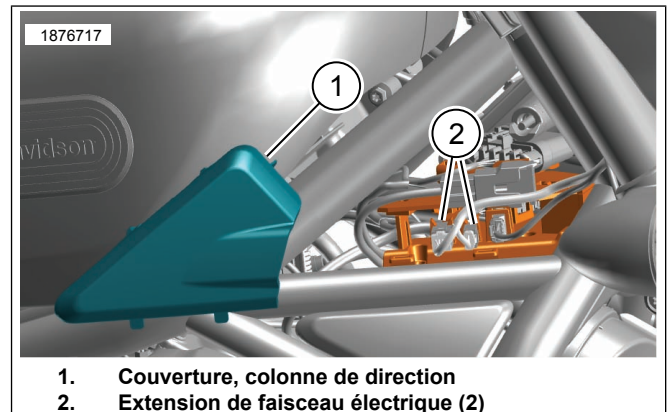

Figure 1. Retrait du couvercle de la colonne de direction et installation des extensions de faisceaux électriques
- Installations nécessitant des extensions de faisceaux électriques en fonction des exigences d'installation du guidon : Voir la figure 1. Retirer le couvercle (1) et installer les extensions de faisceaux électriques (2) dans le cadre du véhicule.